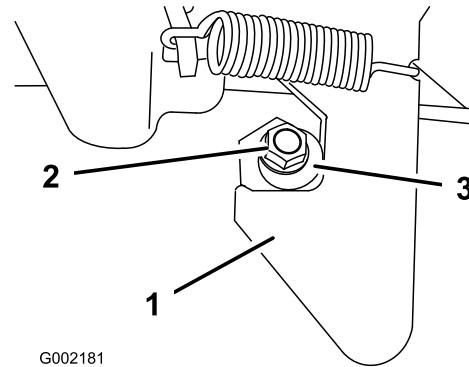

Bild 65
- Lösen Sie die Sicherungsmutter am Ende der Riegelstrebe (Bild 65).
- Drehen Sie die Riegelstrebe nach rechts, bis sie bündig mit dem Hakenteil des Riegels ist (Bild 65).